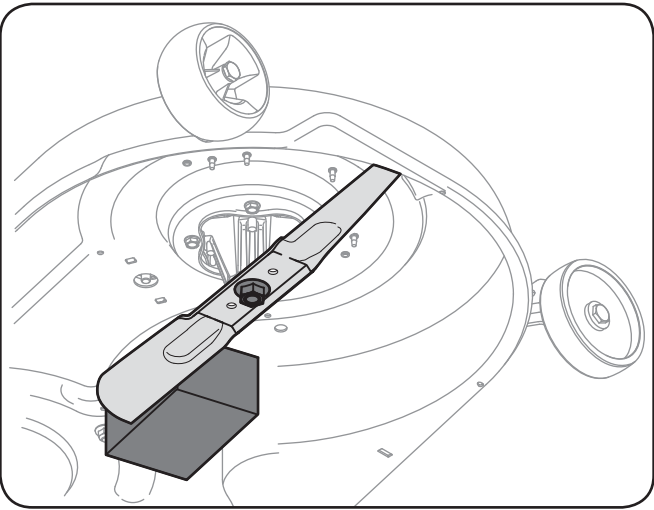

Figure 7-6
2. Placez une cale de bois entre le déflecteur au milieu du plateau et la lame pour faciliter le desserrage de l'écrou à six pans qui retient la lame. Voir la Figure 7-6.
3. Retirer l'écrou à bride à six pans qui maintient la lame sur la base de la fusée. Voir la Figure 7-6..